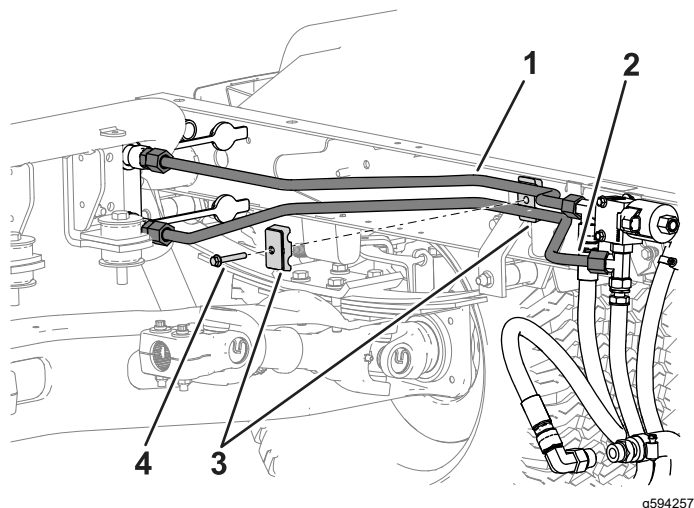

Figura 14
2. Monte sem apertar o tubo hidráulico rígido com 4 curvas no acoplador rápido superior e a união em T inferior na válvula (Figura 14).
3. Fixe os tubos com a abraçadeira e um parafuso (5/16 x 1–1/2 pol) como se mostra na Figura 14.